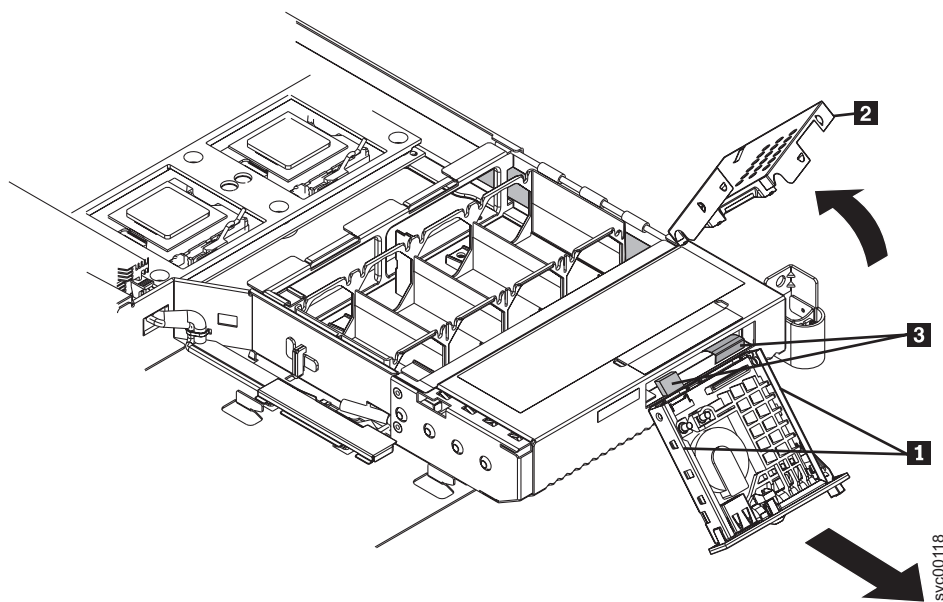

図 219. オペレーター情報パネル が見える SAN ボリューム・コントローラー 2145-8F2
6. 小さなねじ回しを使用して、オペレーター情報パネル・アセンブリの側面にある保持スプリング (図 219 の **1**) を押し込みます。
9. アセンブリー・カバー (259 ページの図 219 の **2**) を上に回転して、オペレーター情報パネル アセンブリーから外します。
10. アセンブリーの後部から 2 本のケーブル (259 ページの図 219 の **3**) のプラグを抜きます。